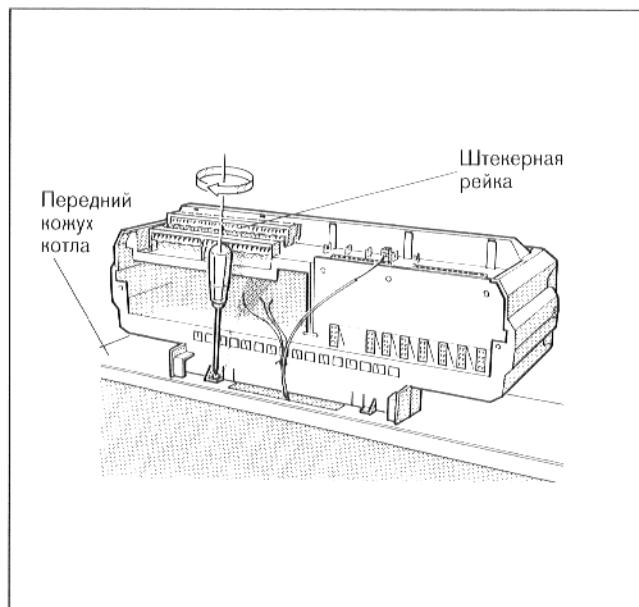

Рис. 37 – Задняя сторона регулятора со снятым защитным колпаком зажимов
- Привинтить регулятор на кожухе котла двумя винтами в задних углах кабельного канала (рис. 37).
- Раскрутить капиллярные трубы и, при **Ecomatic**-регулировании, трубопровод датчика температуры котельной воды, пока они не достигнут точки замера (см. рис. 37).
- При помощи отвертки, штекеры легко отъединяются от штекерной рейки (см. рис. 37).